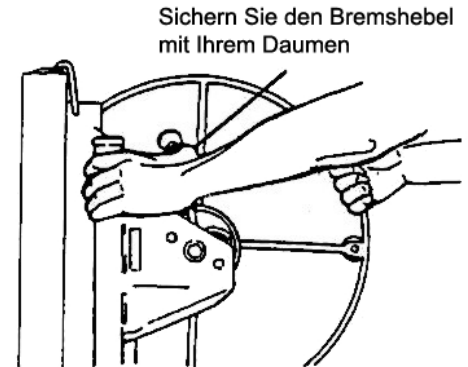

Bild 3
- b. Ziehen Sie den Bremshebel komplett an, halten Sie sich an der Stange fest und sichern Sie den Bremshebel mit Ihrem Daumen. (Bild 3)